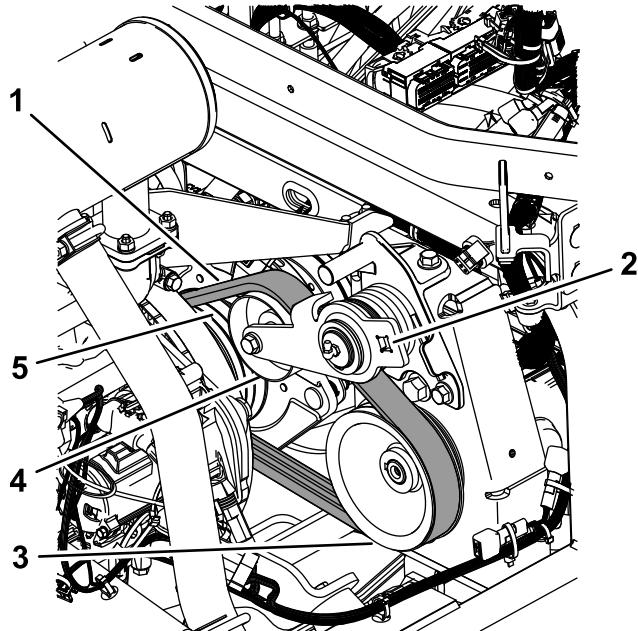

Bild 78
3. Führen Sie den Riemen über die Motorriemenscheibe, die Spannscheibe und der Riemscheibe der Pumpe (Bild 78).